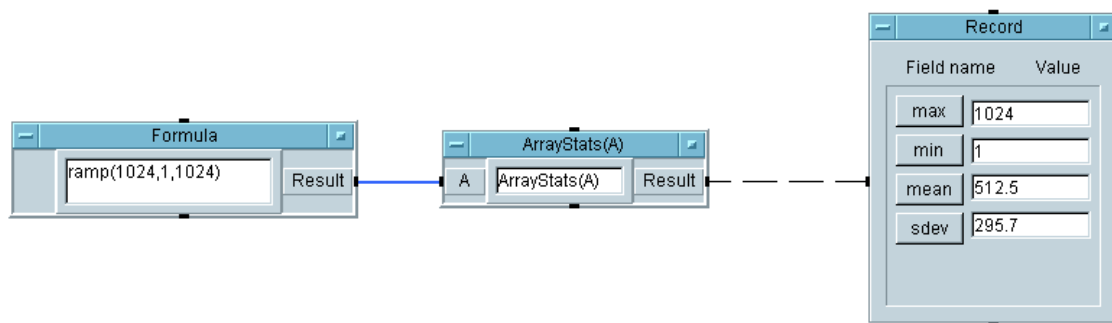

図 7-8. UserFunction から呼出しオブジェクト ArrayStats(A) を生成する方法
3. オブジェクトをメイン内に配置します。VEE は、自動的に新しいオブジェクトに `ArrayStats (A)` という名前を付け、`UserFunction ArrayStats` を呼出す式 `ArrayStats (A)` を含めることに注目してください。
4. `Formula` オブジェクトからの出力を `ArrayStats (A)` に接続し、`ArrayStats (A)` からの出力を `Record` に接続します。
5. プログラムを実行します。図 7-8 のように表示されます。